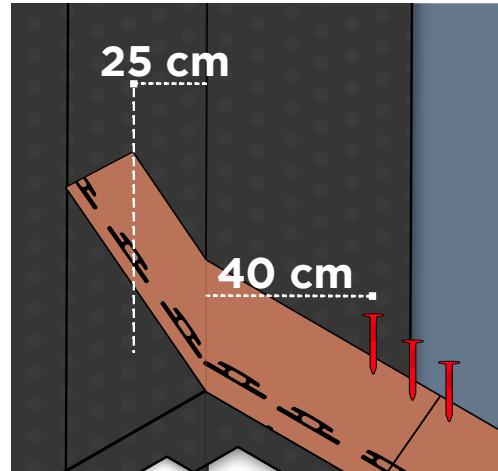

Fig. 12 – Posa tegole sul compluvio
- Per quanto riguarda i compluvi, predisporre preventivamente sul compluvio una fascia di membrana bituminosa larga circa 100cm, per assicurare l'impermeabilizzazione dello stesso - Fig. 12. Posare la fila di partenza e le tegole della prima falda, facendole risalire di 25 cm oltre la linea di compluvio. È buona norma tagliare le tegole, una volta posate, seguendo la parallela a 25 cm alla linea di compluvio. Le tegole andranno fissate a fiamma in presenza della membrana bituminosa e a chiodo nella parte restante, a non meno di 40 cm dalla linea di compluvio - Fig. 12.